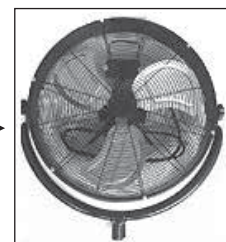

Fig. 2
2. Abra la cubierta del fusible al deslizar la cubierta de acceso en la parte superior del enchufe hacia las aspas. Consulte la Fig. 2.